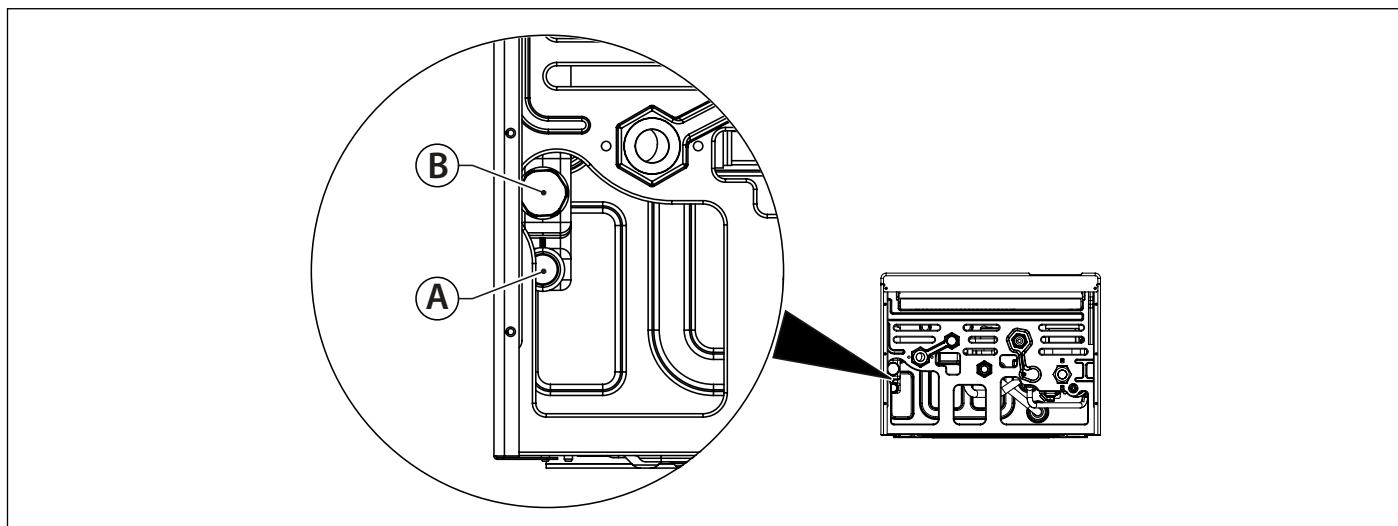

Рис. 18 Слив конденсата
Система отвода конденсата должна быть подсоединенена к специальному соединению (A) расположенному в котле (см. Рис. 18 Слив конденсата).